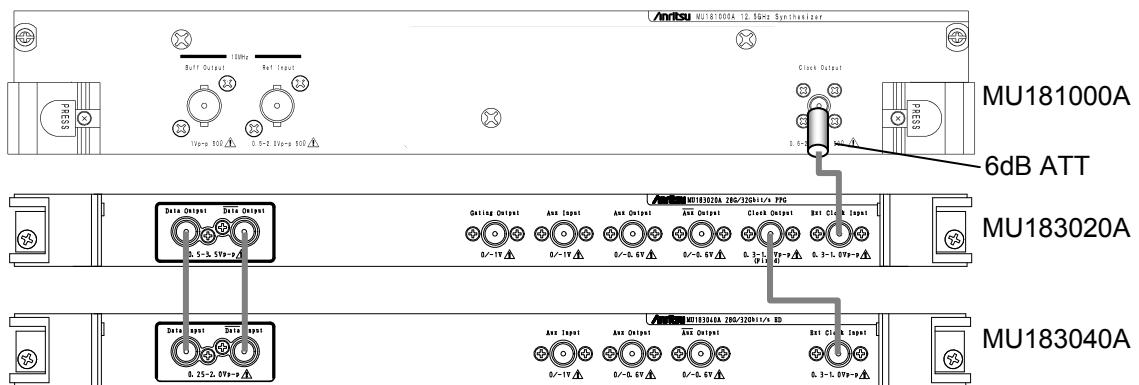

図8.3.1-1 動作周波数範囲試験の接続図
4. 図8.3.1-1 に従って、測定器のケーブルを接続します。